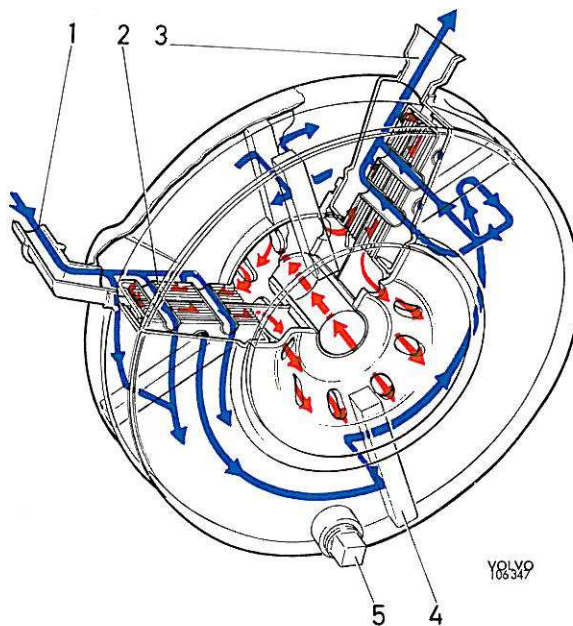

Figure 67. Radiateur d'huile
Les moteurs B 20 E et B 30 E des modèles d'années 1972 et 1973 sont équipés d'un radiateur pour le refroidissement de l'huile du moteur. (Même sur les moteurs B 20 F, B 30 A et B 30 F livrés au Marché commun). Le radiateur d'huile (figure 67), monté entre le filtre à huile et le bloc-cylindres, est constitué par une partie intérieure pour l'huile, enveloppée d'une chemise de refroidissement. L'eau de refroidissement du moteur passe à travers cette chemise et débarrasse une partie de la chaleur de l'huile lors de son passage par le radiateur pour se diriger vers le filtre à huile. L'eau de refroidissement ne peut pas passer par le plus court chemin de l'entrée (1) à la sortie (3). Des joints caoutchouc (4) l'obligent de zigzaguer à l'intérieur de la chemise de refroidissement suivant la voie indiquée par les flèches. Les lamelles (2) refroidies par l'eau sont groupées dans deux compartiments séparés l'un de l'autre par une plaque de séparation. L'huile pénètre d'abord dans le premier compartiment, le plus près du bloc-cylindres (voir flèches rouges) et est refoulée ensuite le long des lamelles pour passer dans le second compartiment, le long des lamelles de ce dernier avant de passer dans le filtre à huile.